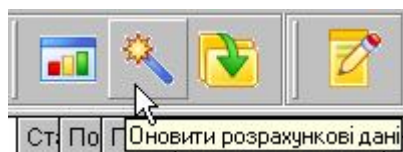

Рис. 2.1-2. Головне вікно програми
- ! Для оновлення інформаційних прапорців **періодично (не рідше ніж раз на місяць)** використовуйте функцію «Оновлення розрахункових даних» (див. Рис. 2.1-2).